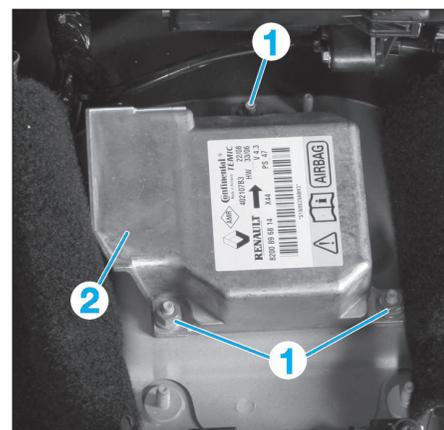

Fig. 15
- Déposer les écrous (1) (Fig.15).
- Déposer le calculateur (2).